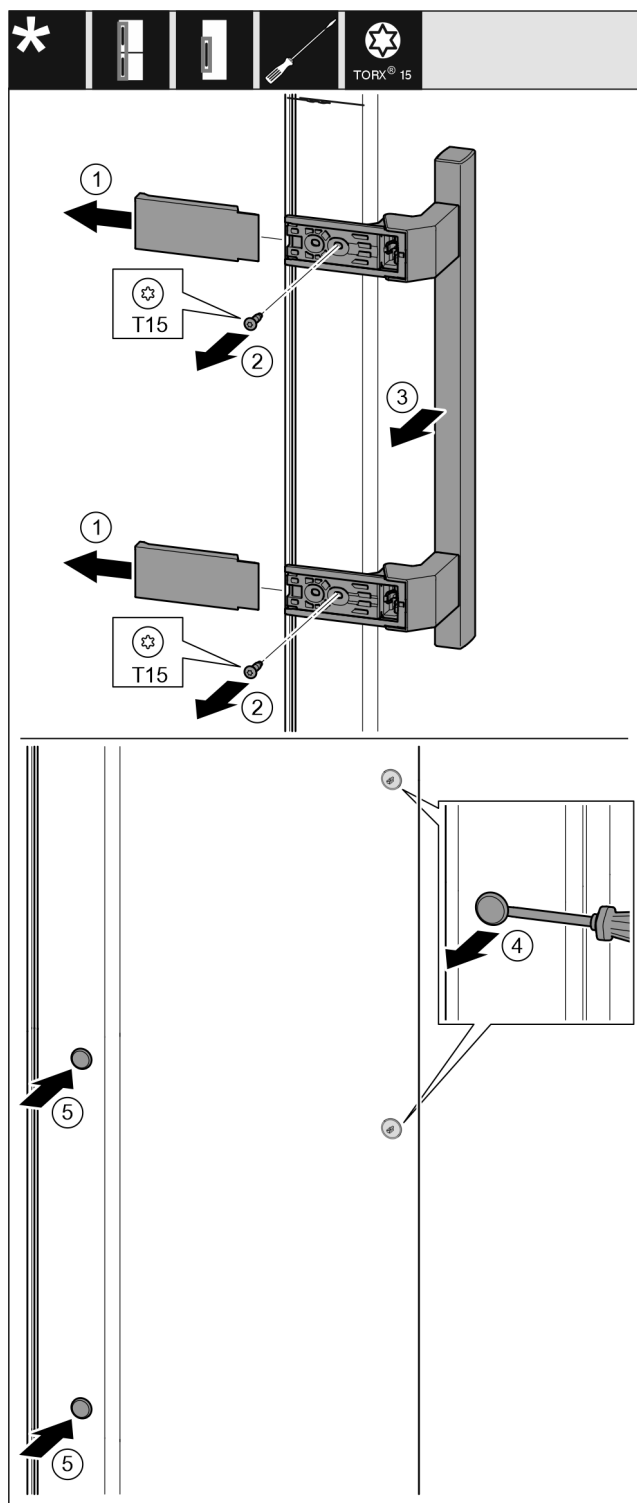

Fig. 11
- Dra bort skydd. Fig. 11 (1)
- Skruva ur skruvar med skruvmejsel Torx 15. Fig. 11 (2)
- Ta av handtag. Fig. 11 (3)
- Använd den spårskruvmejsel och lyft försiktigt pluggen på sidan och dra ut den. Fig. 11 (4)
- Sätt in pluggen på andra sidan igen. Fig. 11 (5)